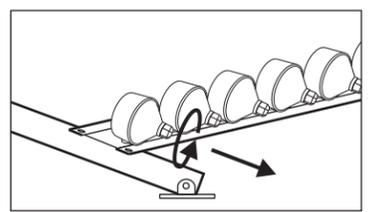
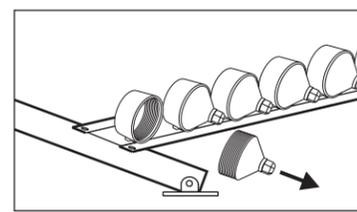

Figura 7a
Figura 8a
6) Desenrosque la tapa de los conos negros como se muestra en la Figura 7a y Figura 8a